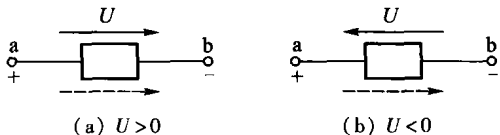

图 1.2 电压的方向
② 实际方向。规定:电压的实际方向为电场力移动正电荷做功的方向。在电路图中用虚线箭头表示,如图 1.2 所示。
③ 参考方向:电路图中,事先假定的电压方向。表示方法如图 1.2 表示。
④ 电压值的正、负也是相对于参考方向而言的。规定:电压为正值,说明电压的实际方向与参考方向一致;电压为负值,说明电压的实际方向和参考方向相反,如图 1.2 所示。